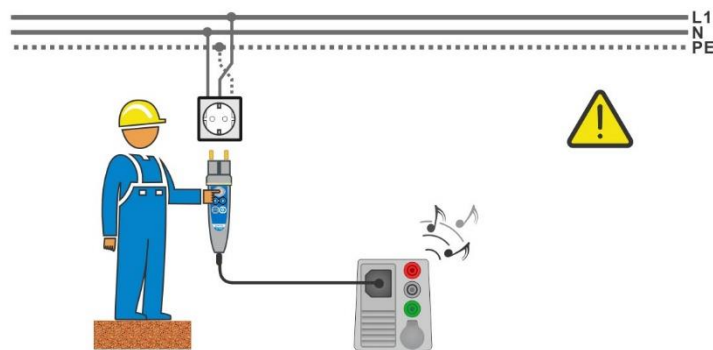
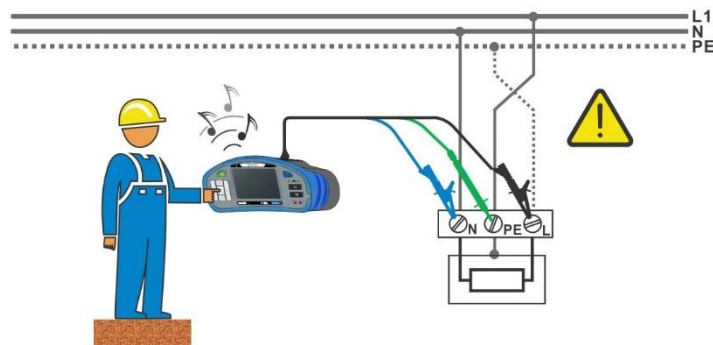

Abbildung 1.1: Vertauschte Leiter L und PE (Commander-Prüfstecker)
Abbildung 1.2: Vertauschte Leiter L und PE (Anbringung der Dreileiter-Prüfleitung)
- › Schließen Sie die Prüflleitungen am Prüfobjekt an, siehe **Abbildung 1.1** und **Abbildung 1.2**.